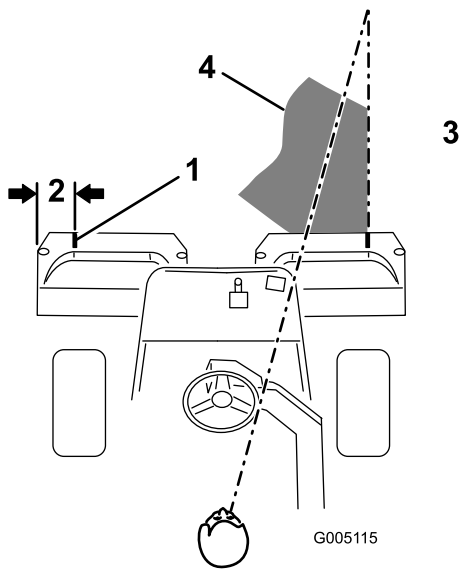
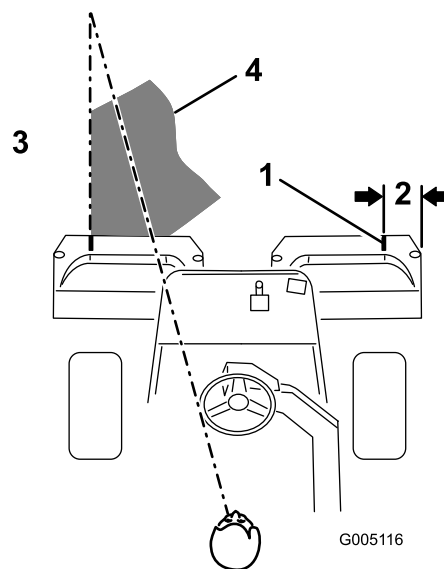

Figura 30
Figura 31
- Coloque un trozo de cinta blanca o pinte una raya en cada recogedor, paralelo al borde exterior de cada uno (Figura 30).
- Debe haber un solape mínimo con las pasadas anteriores. Para ayudar a mantener una línea recta a través del green y mantener la máquina a la misma distancia de la pasada anterior, establezca una línea imaginaria aproximadamente de 1,8 a 3 m por delante de la máquina hasta el extremo de la parte no segada del green (Figura 30 y Figura 31). Puede ser útil incluir el borde exterior del volante como parte de la línea imaginaria, es decir, mantener el borde del volante alineado con un punto que se mantiene siempre a la misma distancia de la parte delantera de la máquina (Figura 30 y Figura 31).